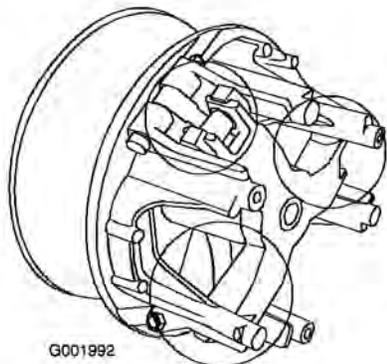

Figura 54
5. Lubrifique as peças móveis nas áreas assinaladas com um círculo em Figura 54 utilizando o Dry Lubricant Spray da Toro, disponível no revendedor ou distribuidor autorizado Toro.